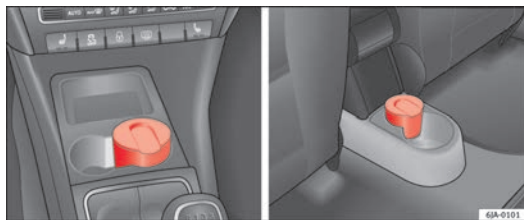

Fig. 84 Console centrale: posacenere anteriore/posacenere posteriore
- Per estrarre il posacenere ⇒ fig. 84 occorre tirarlo verso l'alto.